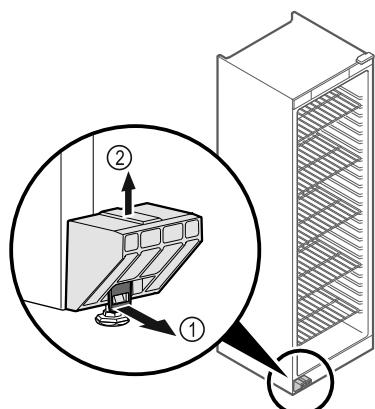

Fig. 6
- Potiahnite sponu Fig. 6 (1) dopredu.
- Vytiahnite prepravnú poistku Fig. 6 (2) nahor.